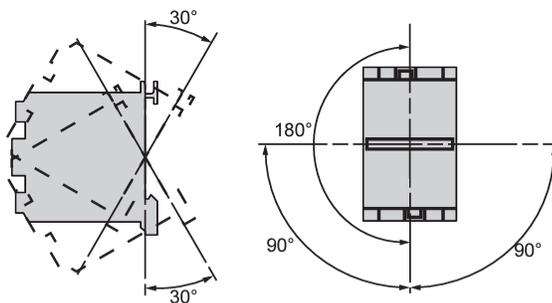

Рисунок 2. Рабочее положение реле промежуточного
4.1 Рабочее положение (рисунок 2) без ухудшения номинальных характеристик - вертикальная плоскость: